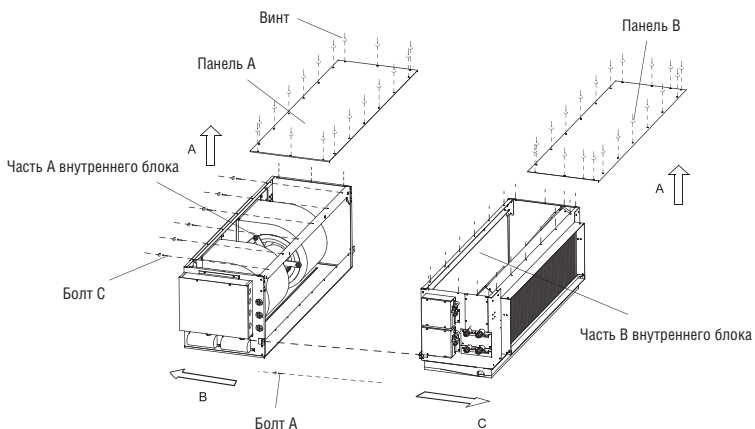

Рис. 16
2. Как показано на рис. 16, отвинтите винты, а затем снимите панели А и В в направлении А.